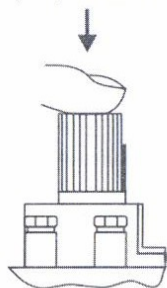
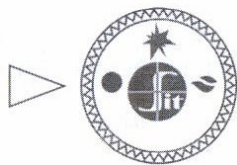
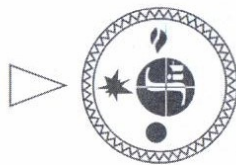
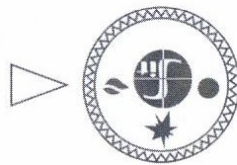

Рис. 4
Рис. 5
Рис. 6
Рис. 7
Ручка управления рис.4 имеет три позиции: «выключено» (рис.5), «розжиг запальной горелки» (рис. 6) и «розжиг основной горелки» (рис. 7).
Нажмите ручку управления и поверните ее в положение «Запальная горелка» (рис.6). Нажмите ручку управления до упора и, не отпуская ее, нажмите несколько раз кнопку пьезозажигалки, подожгите запальную горелку, удерживая ручку полностью нажатой в течение нескольких секунд. Отпустите ручку управления и убедитесь, что запальная горелка горит. Если запальник погас, повторите процедуру розжига, увеличив время нажатия.
Положение 2 – розжиг основной горелки. Слегка нажмите ручку управления и поверните ее против часовой стрелки в положение «Включено» (рис. 7). Термоэлектрод, нагреваясь в пламени пилотной горелки, начинает вырабатывать электрический ток, поступающий на катушку электромагнита, который удерживает предохранительный клапан в открытом положении. Когда питание поступает на электромагнитный клапан, он открывается, пропуская поток газа на основную горелку.
Поверните ручку управления в положение «Запальная горелка» (рис.6). Подача газа на основную горелку прекращается, а запальная горелка остается зажженной.
Поверните ручку управления в положение «Выключено» (рис.5). При повороте ручки управления на позицию «Выключено» шток ручки управления с клапаном перемещается вверх и закрывает канал; поступление газа на пилотную горелку прекращается.
- Повернуть ручку управления клапана в положение «Выключено» (рис.5).
- Нажать ручку управления и повернуть ее в положение «Запальная горелка» (рис.6).
- Повернуть ручку управления клапана в положение «розжиг основной горелки» (рис.7), после чего горелка переходит в штатный режим работы;
- Для отключения основных горелок повернуть ручку управления клапана в положение «Запальная горелка» (рис.6). При этом факел запальной горелки будет гореть.
- Для отключения запальной горелки ручку управления клапана повернуть в положение «Выключено» (рис.5). Закрыть газовый кран на газопроводе.